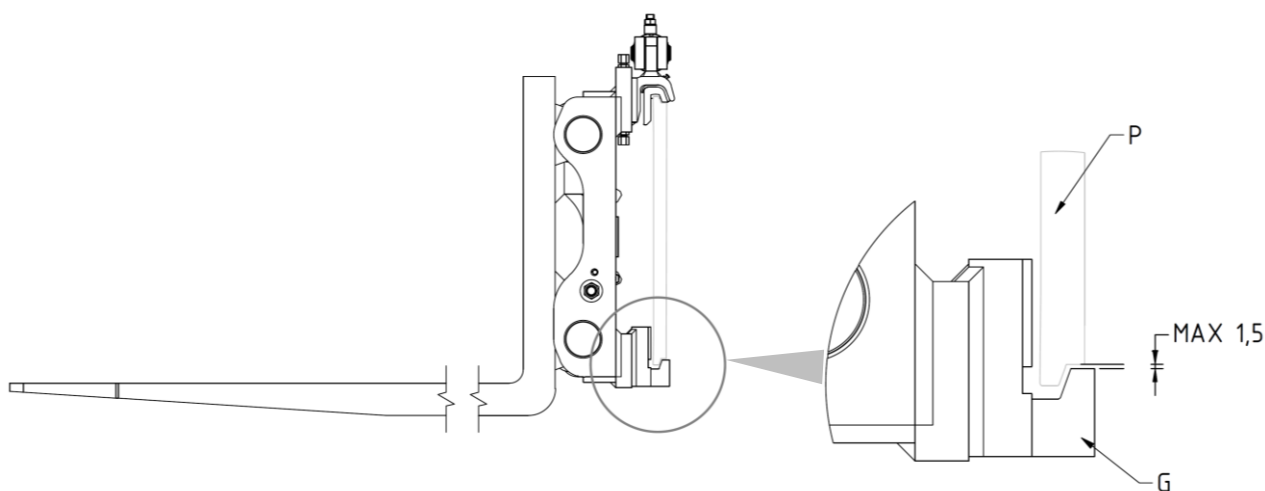

Figura 10
11. Riavvitare i 2 ganci inferiori **G** in modo che il corpo di questi rimanga agganciato anche inferiormente alla piastra porta forche **P** (con gioco max. 1,5mm, vedi dettaglio *Figura 10*), serrando con coppia di serraggio indicata nella *Tabella 4*.
3. Controllare il gioco fra la parte inferiore della piastra porta forche e i ganci inferiori dell'attrezzatura, verificando che sia come indicato in *Figura 4* (pag.11) e in *Figura 10* (pag.16) ed, eventualmente, intervenire sul serraggio delle viti che li sorreggono.